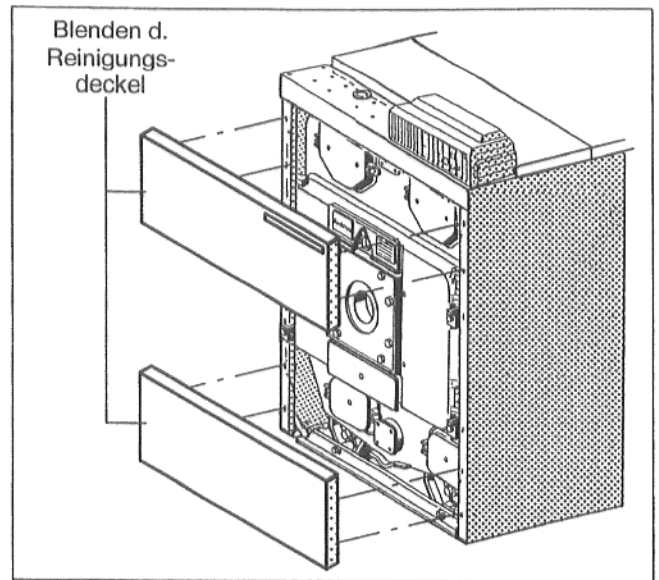

Abb. 58
- Blenden der Reinigungsdeckel vorn oben und unten aushängen (Abb. 58).